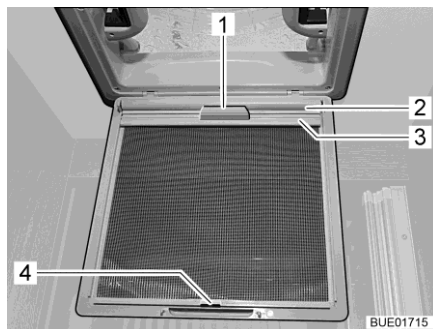

Bild 93 Verdunklungsrollo (Dachhaube)
- Verdunklungsrollo (Bild 93,2) am Griff (Bild 93,1) herausziehen und Halteleiste (Bild 93,3) in den Haken (Bild 93,4) am Insektenschutz einhängen.
- Halteleiste (Bild 93,3) vom Haken (Bild 93,4) lösen und Verdunklungsrollo (Bild 93,2) am Griff (Bild 93,1) langsam zurückführen.